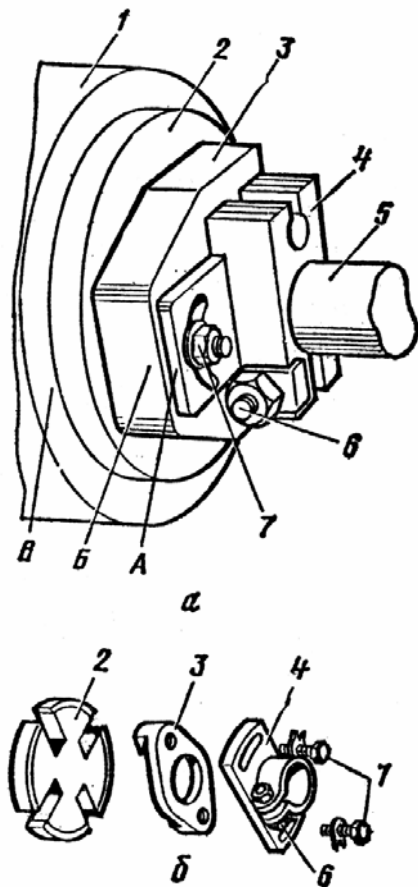

Рис. 4.5. Привод насоса ЯМЗ-240Б (а) и детали привода (б):
Вращение от вала привода насоса передается через текстолитовую шайбу 2 (рис. 4.5), соединенную прорезями с выступами ведущей полумуфты. Эта полумуфта упирается своими выступами 5 (рис. 4.5) в криволинейные поверхности Б грузов 5, которые связаны с ведомой полумуфтой 7 через оси 9. Ведомая полумуфта крепится на валу насоса. Ведущую и ведомую полумуфты постоянно распирают пружины 2. При пуске двигателя с помощью пружин обеспечивается самое большое расстояние между осями 9 и пальцами 5. При этом угол опережения впрыска будет минимальным.
- соединяют насос с двигателем. Затягивают болты фланца 7 (рис. 4.5);